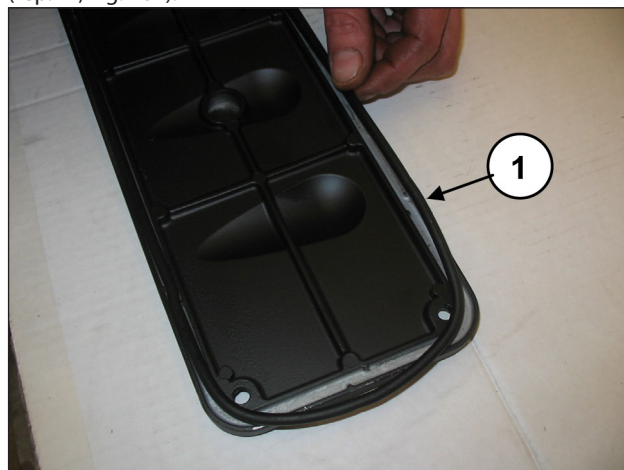
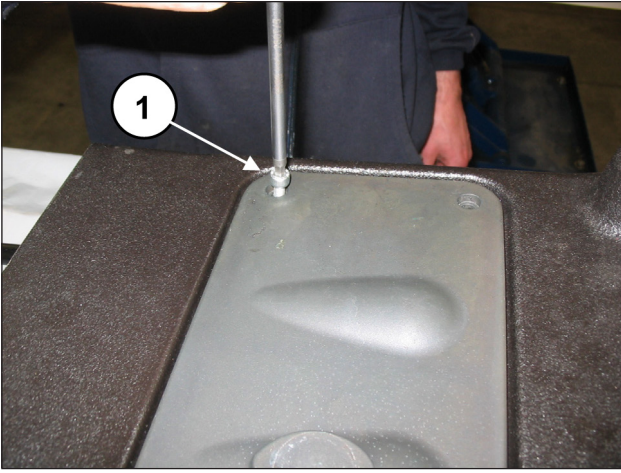

Fig. 163
Fig. 164
Insérer le joint torique (rep. ①, Fig. 163) sur les couvercles d'inspection et monter les couvercles à l'aide de 4+4 vis M6x14 (rep. ①, Fig. 164).